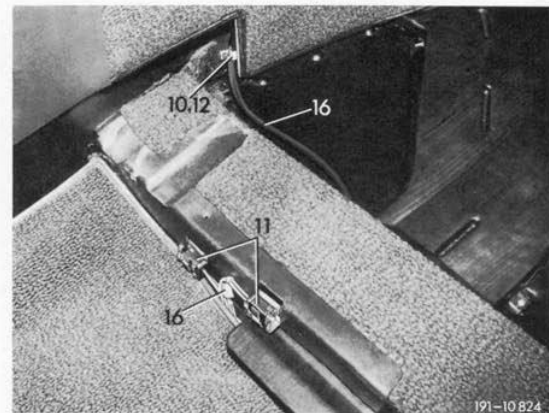
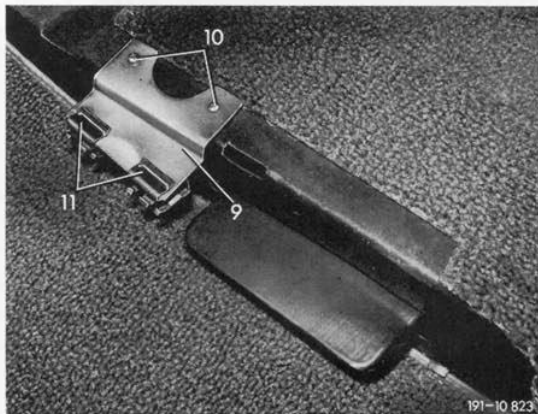

Bild 8
Bild 7
22 2polige Kupplungen vom Zusatzleitungssatz (16) von der Mittelkonsole durch den linken und rechten Querträger verlegen, dazu gegebenenfalls den Querträger für die Gummitüllen des Zusatzleitungssatzes (16) nacharbeiten (Bild 7 und 8).
23 Zusatzleitungssatz (16) mit den Teilen (10 und 12) links und rechts vom Tunnel nach Bild 8 anschrauben. Anschließend mit den Teilen (9 bis 11) am linken und rechten Querträger nach Bild 7 oder 8 befestigen.